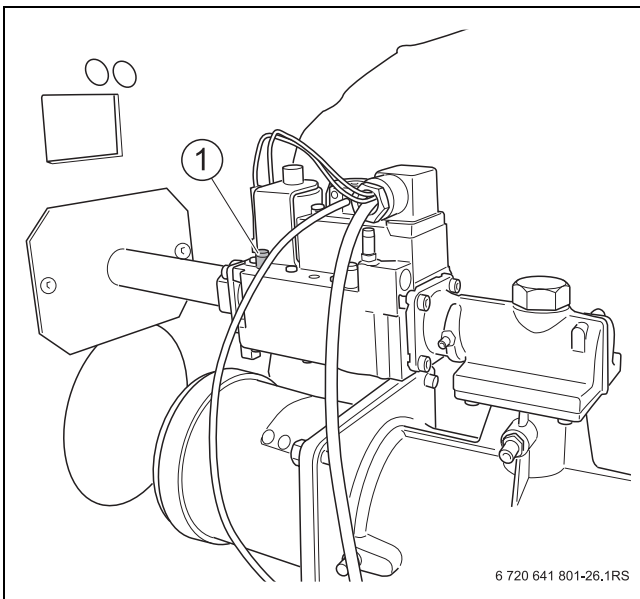

Bild 44 Gas-Anschlussdruck messen (Kesselgröße 90/120 kW)
- ▶ Verschlusschraube des Druckmessnippels für den Gas-Anschlussdruck und Entlüftung (→ Bild 44, 45, 46 [1]) um 2 Umdrehungen lösen.